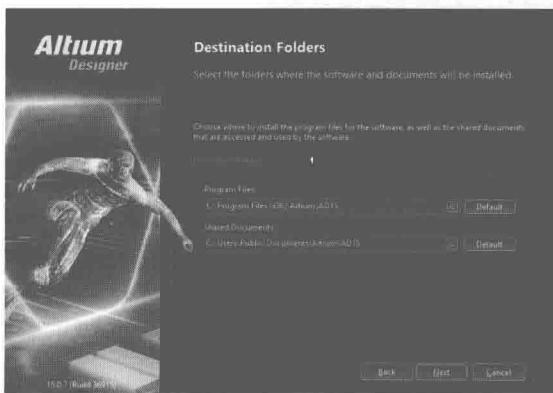

图 1.3.5 选择 Altium Designer 15 的安装路径
(5) 填写完成后，单击“Next (下一步)”按钮，进入安装路径对话框，如图 1.3.5 所示。在该对话框中，系统默认的安装路径为 C:\Program Files(x86)\Altium\AD15。用户也可以通过单击“Default (默认)”按钮来自定义（改变）其安装路径。